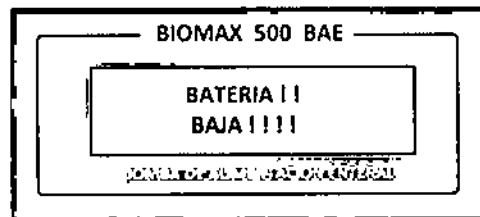

Figura 13
- Si el equipo tiene poca batería mostrará el mensaje (Figura 13) de batería baja, en cuyo caso se debe conectar el equipo a la red de alimentación eléctrica lo antes posible.